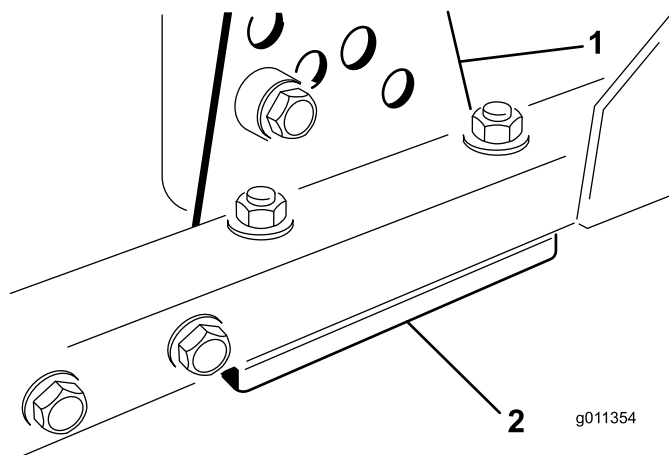

Figura 84
1. Togliete la staffa dell'altezza di taglio (anteriore, sinistra o destra) dal telaio del piatto di taglio (Figura 84).
2. Regolate gli spessori di 1,5 mm e/o 0,7 mm fra il telaio del piatto di taglio e la staffa per ottenere l'impostazione dell'altezza desiderata (Figura 84).